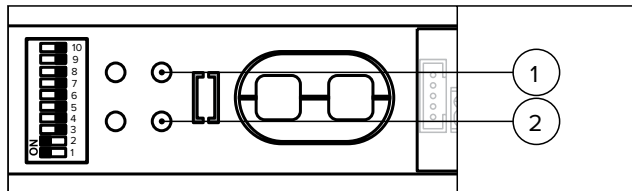

Рис. 29 Настройте скорость и время фиксации открытого положения
1. Настройте скорость с помощью потенциометра скорости (рис. 29) (1). Установите одинаковое значение скорости для обоих приводов, чтобы синхронизировать перемещение.
2. Установите требуемое время фиксации открытого положения на потенциометре одного из приводов (рис. 29) (2).